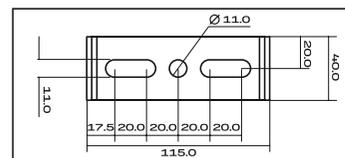

Рис. 2
- Подготовьте отверстия для винтов в потолке в соответствии с указанными размерами монтажного кронштейна типа лира (рис. 2), после чего надежно закрепите кронштейн.